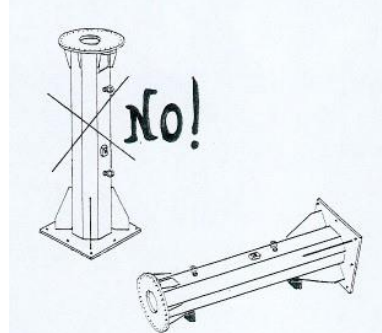

Abb. 9
- **Alle Teile oder Komponenten müssen in sämtlichen Phasen von Handhabung, Transport und Lagerung stabil positioniert oder befestigt werden und dürfen weder gekippt noch senkrecht oder auf der Seite liegend abgestellt werden (Abb. 9).**